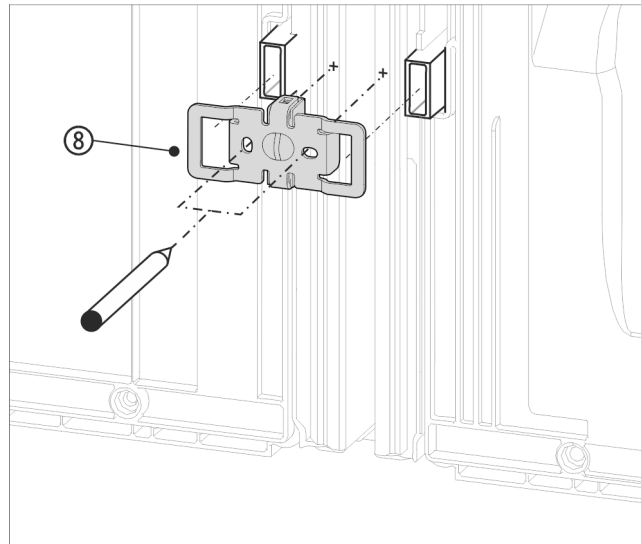

Fig. 17 Príklad zobrazenia
- ▶ Uholník Fig. 17 (8) s vybraniami posuňte nad uchytenie pre dištančné držiaky na stenu.